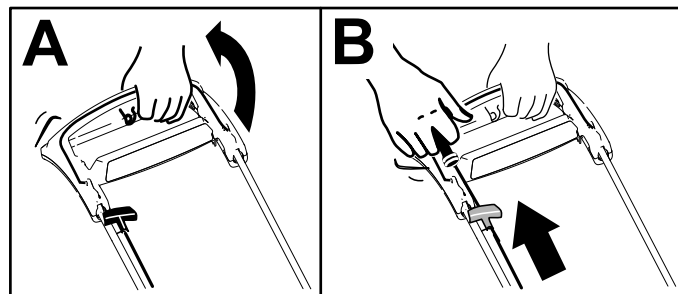

Figura 13
1. Întindeți bara de comandă pentru lamă lângă mâner (A din Figura 13).
2. Trageți ușor de mânerul demarorului cu recul până când simțiți rezistență, apoi trageți-l brusc și lăsați-l să se întoarcă încet la ghidajul de cablu de pe mâner (B din Figura 13).